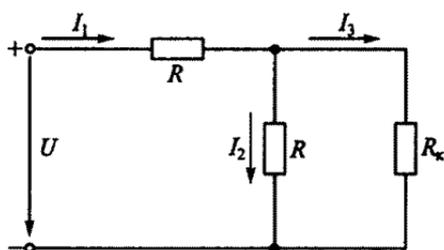

Рис. 30
1.44.Р. Изменятся ли на рис. 30 токи I_1 , I_2 и I_3 при нагревании катушки из медного провода, имеющей сопротивление R_x ?